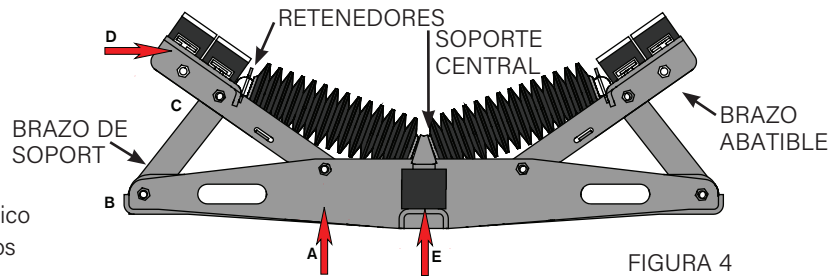

FIGURA 4
2. Suelte los pernos pivote del brazo abatible (A en la Figura 4). Suéltelos lo suficiente para que el brazo abatible pivotee. No retire los pernos.
3. Retire los pernos de la base (B en la Figura 4).
4. Retire los pernos del punto donde el brazo abatible se une con el brazo de soporte (C en la Figura 4). El brazo abatible quedará apoyado en el brazo de soporte (BC) aunque haya retirado los pernos. Si su sistema de impacto venía con un kit/kits de rodillos elevadores, tendrá que retirar el rodillo elevador y el soporte.
13. Reemplace los brazos de soporte e inserte los pernos y tuercas, pero no los apriete aún. Los brazos de soporte se deben mantener en su lugar por el borde de la base y el borde del brazo abatible, como se ve en B y C de la Figura 4. Para insertar los pernos en el brazo abatible, posicione un poco más abajo del brazo abatible para alinear los orificios de los pernos.